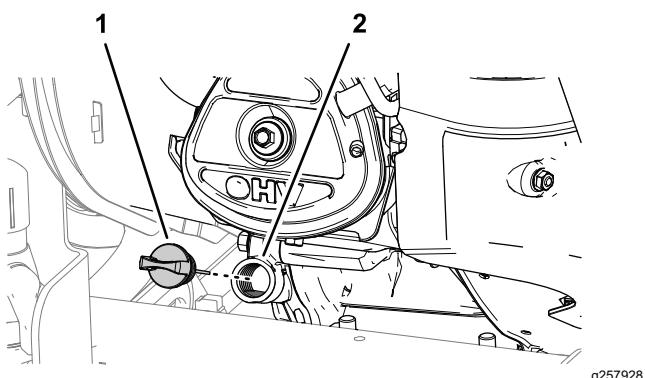

Figura 67
1. Retire la varilla del cuello de llenado en el motor y límpie la varilla con un trapo (Figura 67).
2. Vierta lentamente 1.1 l (1.2 cuartos de galón US) de aceite del tipo especificado en el cárter del motor por el cuello de llenado (Figura 67).
6. Ajuste la varilla a mano en el cuello de llenado (Figura 67).